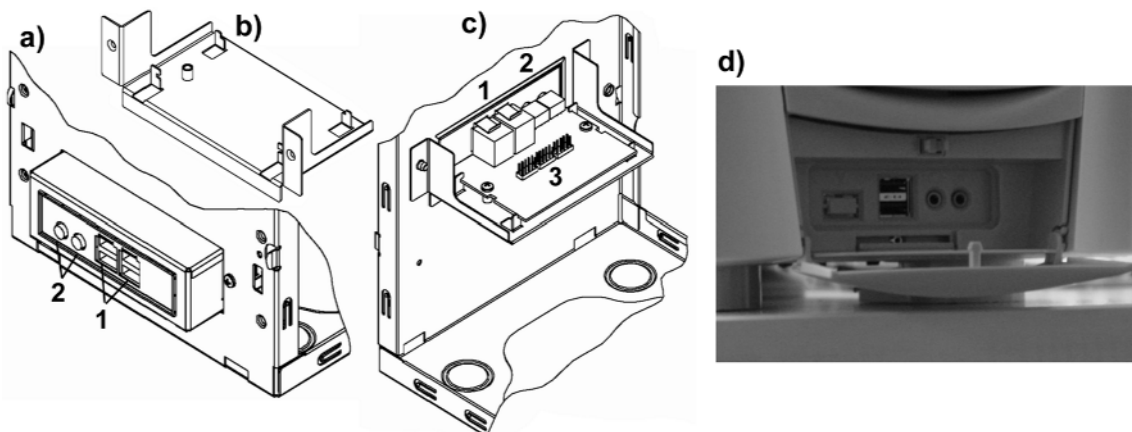

Abbildung 1.50 Anschlüsse an der Vorderseite
- an an der Vorderseite des PCs. Eine etwas neuere Mode, die vor allem USB, Firewire, Infrarotschnittstellen und Multimedia-Anschlüsse (Audio, Video) betrifft. Die Zubehörindustrie bietet hierfür Bastellösungen an, nämlich Einschübe für Laufwerksschächte, die über Kabel mit den herkömmlichen Steckverbindern auf der PC-Rückseite oder auf dem Motherboard verbunden werden. Aber auch die Gehäusehersteller haben sich dieses Problems angenommen (Abbildung 1.50).